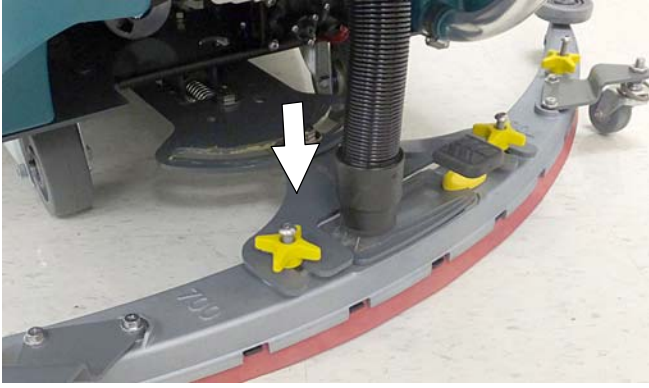

ABB. 6
- Schließen Sie den Saugschlauch an der Abstreifleisten-Einheit an (Abbildung 6).